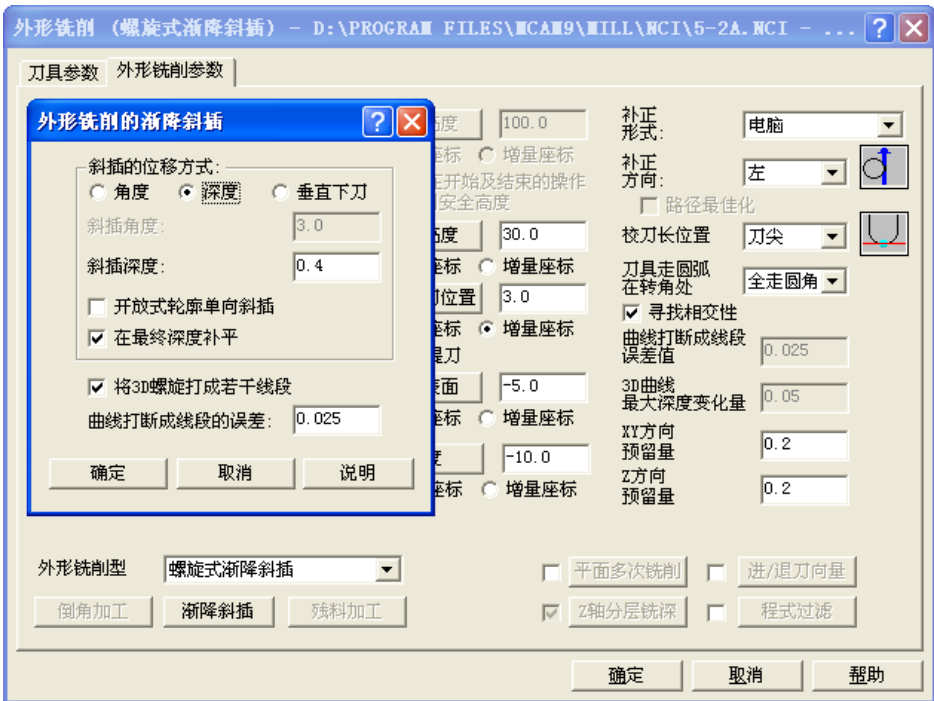

图 5-46 外形铣削（螺旋式渐降斜插）参数
13) 选择“外形铣削（螺旋式渐降斜插）”，从刀具库选择 $\phi 6$ 平刀，将刀具号码改为4，其余刀具参数、参考高度和进给下刀位置等均同步骤2)，图形选择 $\phi 45$ 圆，工件表面：-5.0，深度：-10.0，XY方向预留量：0.2，Z方向预留量：0.2，补正形式选择“电脑”，补正方向：左，在“外形铣削的渐降斜插”对话框中点选“深度”，设定斜插深度：0.4，勾选“在最终深度补平”，其余默认，如图5-46所示。